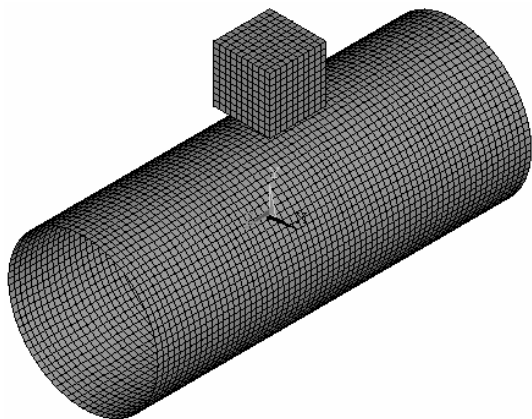

图 3-180 划分单元后的模型
(4) 依次选择 Utility Menu>Plot>Areas, 显示出所有的面。再选择 Main Menu>Preprocessor>Meshing>Mesh Attributes>Default Attrs, 弹出“Meshing Attributes”窗口, 在“Element type number”后的方框中选择“2 SHELL163”, 在“Material number”后的方框中选择“2”, 在“Real constant set number”后的方框中选择“1”, 然后单击“OK”按钮。
(5) 依次选择 Main Menu>Preprocessor>Meshing>Mesh>Areas>Free, 弹出“Mesh Areas”窗口, 单击选中圆筒上的所有弧面, 然后单击“OK”按钮, 划分好的网格见图 3-180。